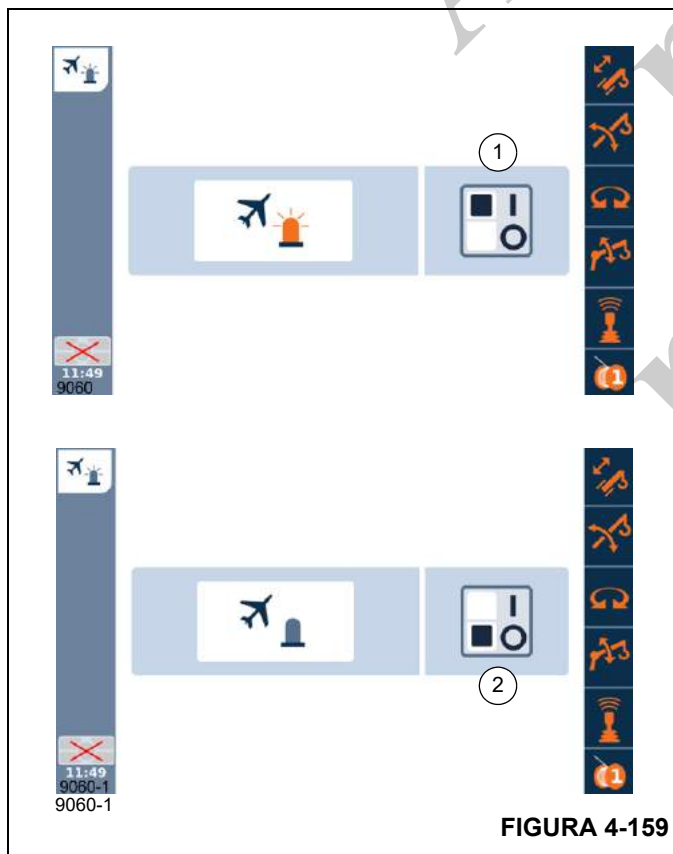

FIGURA 4-159
A tela de função da Luz indicadora de posição da lança (Figura 4-159) permite que o operador ligue e desligue a luz indicadora de posição da lança.
Para ligar: Selecione o símbolo (1), (Figura 4-159) e confirme.